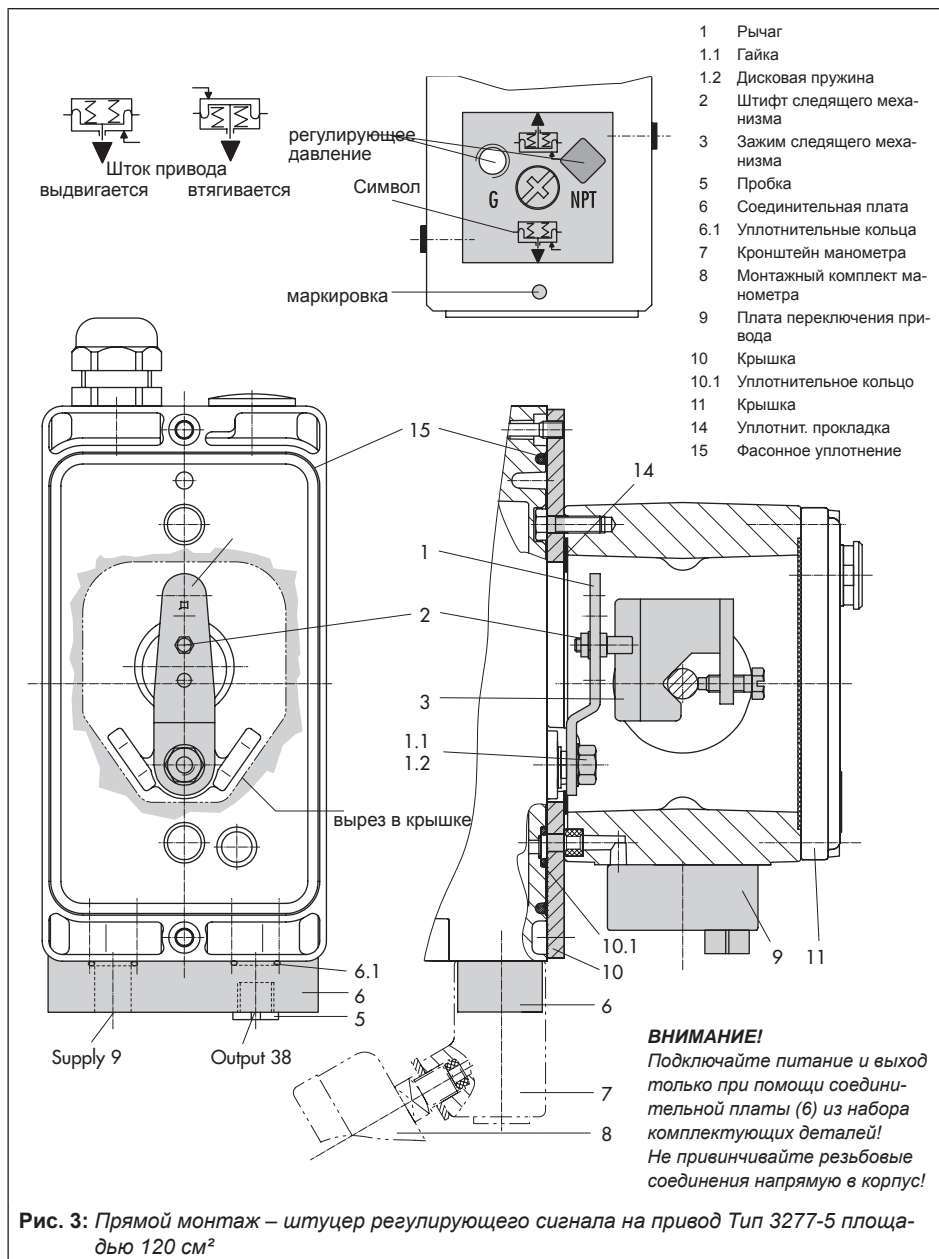
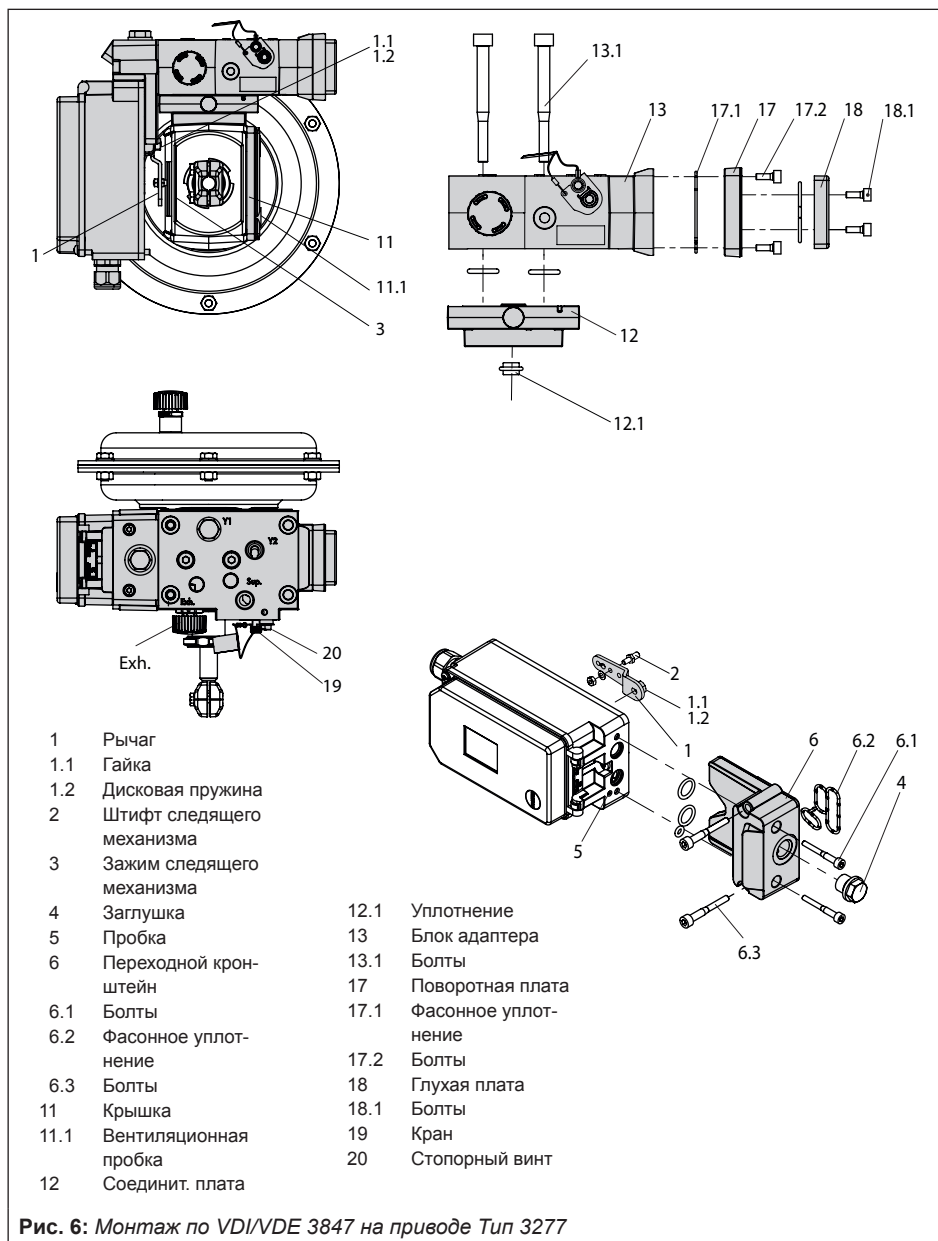

Рис. 3: Прямой монтаж – штуцер регулирующего сигнала на привод Тип 3277-5 площадь 120 см2
Рис. 6: Монтаж по VDI/VDE 3847 на приводе Тип 3277
**Привод 120 см2** (см. рис. 3)
Регулирующее давление подаётся от позиционера на камеру мембраны привода по штуцеру регулирующего сигнала соединительной платы (9, рис. 6 слева), поэтому сначала следует прикрепить соединительную плату (9) из комплектующих деталей к раме привода.
- При этом необходимо повернуть соединительную плату (9) таким образом, чтобы правильный символ положения безопасности "Шток привода выдвигается" или "Шток привода втягивается" располагался в соответствии с маркировкой (рис. 6 снизу).
- Следите за правильным расположением уплотнительной прокладки соединительной платы (9).
1. Установите соединительную плату (6) или кронштейн манометра (7) с манометрами на позиционере, следя за правильностью положения уплотнительных колец (6.1).
2. Установите зажим следящего механизма (3) на шток привода, выровняйте и зафиксируйте таким образом, чтобы крепёжный болт находится в пазе штока привода.
3. Закрепите крышку (10) узкой стороной выреза (рис. 3 слева) в направлении штуцера регулирующего сигнала, накладная уплотнительная прокладка (14) должна указывать в сторону рамы привода.
4. **Ход 15 мм:** на рычаге **M** (1) с обратной стороны позиционера передающий штифт (2) остаётся в положении **35** (состояние при поставке).
**Ход 7,5 мм:** освободите передающий штифт (2) из положения 35, переустановите в отверстие для положения 25 и закрепите.
5. Установите фасонное уплотнение (15) в паз корпуса позиционера, а уплотнительное кольцо (10.1) на обратную сторону корпуса.
6. Установите позиционер на крышку (10) таким образом, чтобы следящий штифт (2) расположился на верхней стороне зажима следящего механизма (3). Отрегулируйте рычаг (1) соответствующим образом и удерживайте вал позиционера при открытой крышке за поворотную нажимную кнопку или за чехол. Рычаг (1) должен укладываться на зажим следящего механизма усилием пружин. Закрепите позиционер двумя крепёжными болтами на крышке (10).
#### Монтаж на приводе Тип 3277 (см. рис. 6)
Позиционер монтируют на раме, как показано на рис. 6. Регулирующий сигнал подаётся на привод с помощью соединительной платы (12), при положении безопасности "шток привода выдвигается" – по внутреннему каналу в раме клапана, при положении безопасности "шток привода втягивается" – по внешней соединительной трубке.